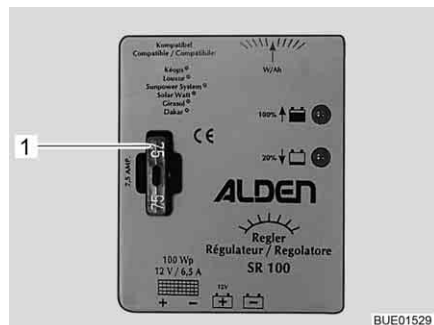

Fig. 174 Fusible del regulador de carga solar 100 W
- Cambiar el fusible plano 5 A/marrón claro (Fig. 174,1).